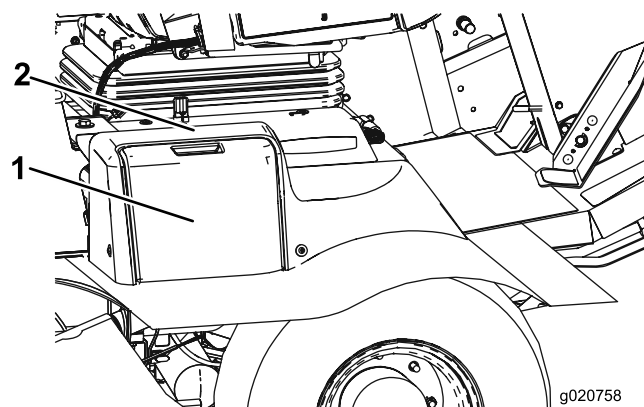

Рисунок 53
1. Откройте крышку аккумуляторной батареи сбоку на кожухе (Рисунок 53).
Примечание: Нажмите на плоскую поверхность над крышкой аккумуляторной батареи, чтобы облегчить снятие крышки (Рисунок 53).